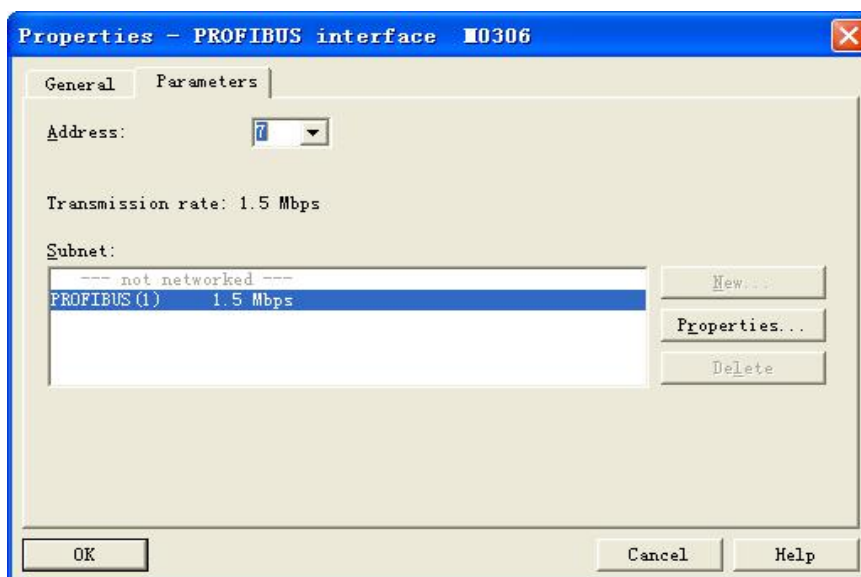

Рисунок 4.4 Конфигурация свойств устройства
- 2) Перетащите шлюз на шину DP, и он автоматически покажет окно преимуществ. Здесь пользователь настраиваем запрошенный адрес, и выбираем адрес 7, как показано на рисунке Рисунок 4.4: